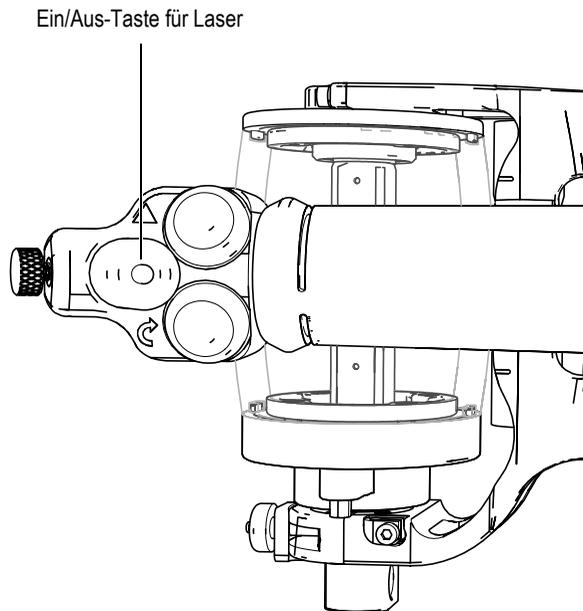

Abbildung 5-3 Ein/Aus-Taste für Laserführung oben auf dem Lasergehäuse
3. Schalten Sie mit der roten Taste oben am Lasergehäuse den Laserstrahl ein (Abbildung 5-3 auf Seite 72).
19. Deaktivieren Sie den Laser, indem Sie die rote Ein/Aus-Taste oben am Lasergehäuse drücken (Abbildung 5-3 auf Seite 72).